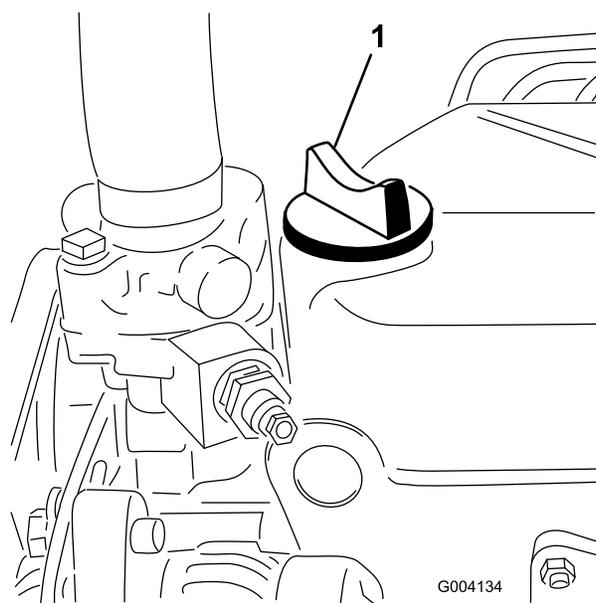

図 22
5. 不足している場合は、キャップ(図 22)を取り、Full 位置までオイルを補給する。**入れすぎないこと**。